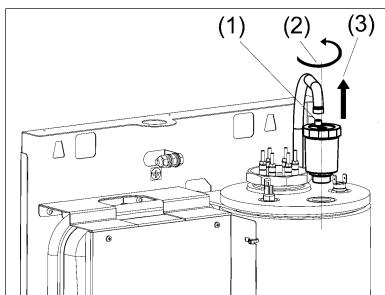

Рисунок 9. Замена воздухоотводчика
- (1) Снимите проволочный хомут и отсоедините сбросной шланг от штуцера воздухоотводчика (см. рис. 9).